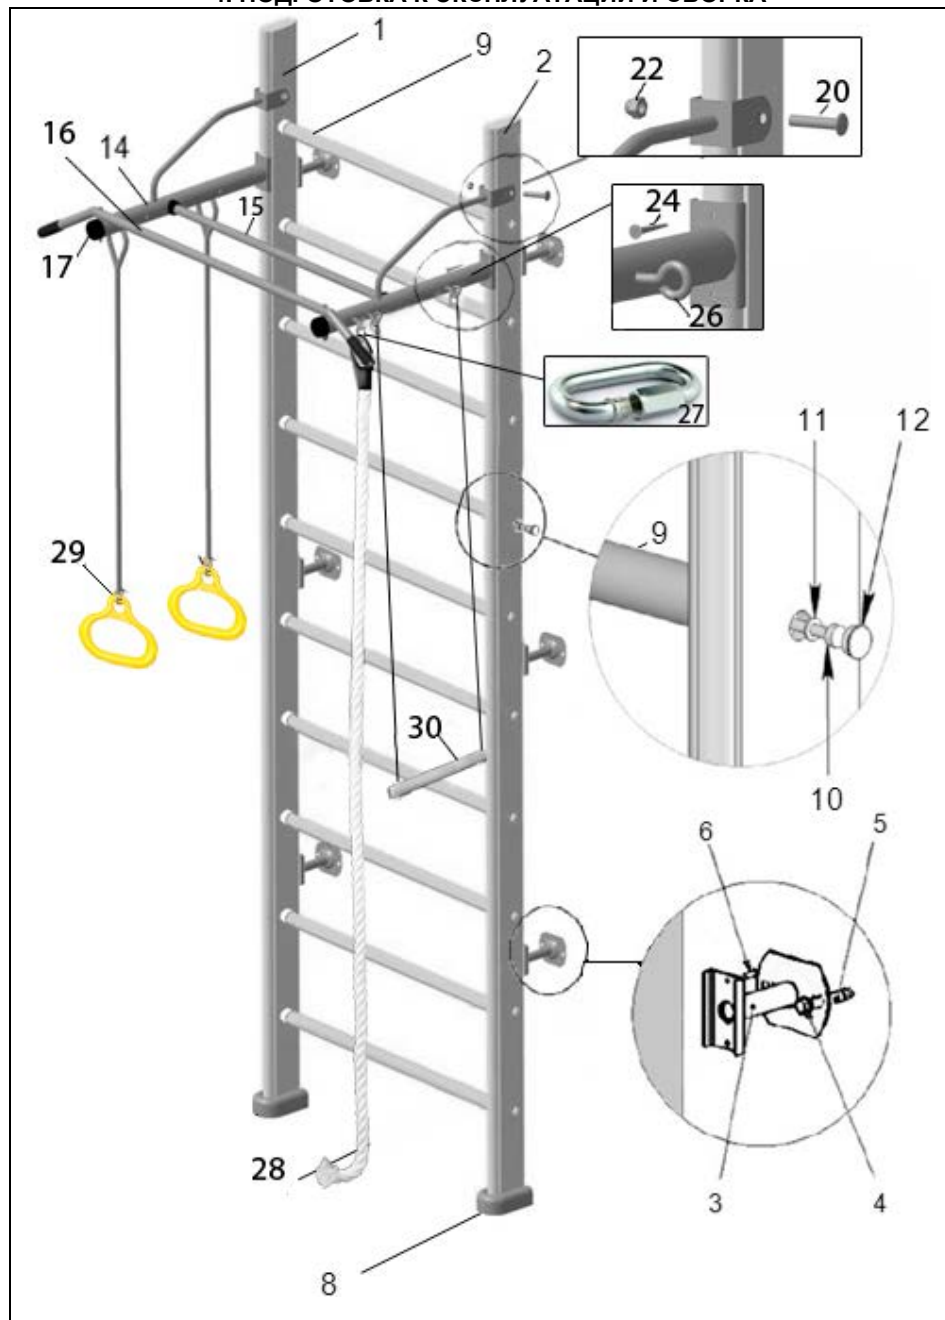
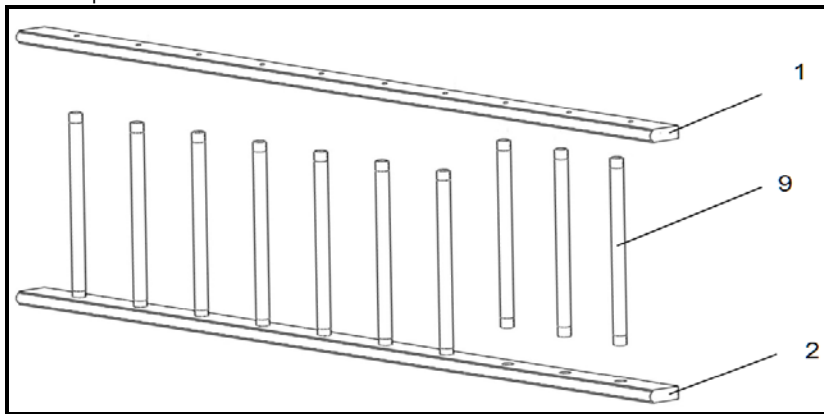

Рисунок 1
Рисунок 2
4.1.3. Вставить ступени-поперечины (№9) в соответствующие отверстия стоек (№1,№2) (рисунок 2). С помощью саморезов (№10) и шайб (№11) закрепить поперечины к стойкам. Установить заглушки (№12) (рисунок 1).